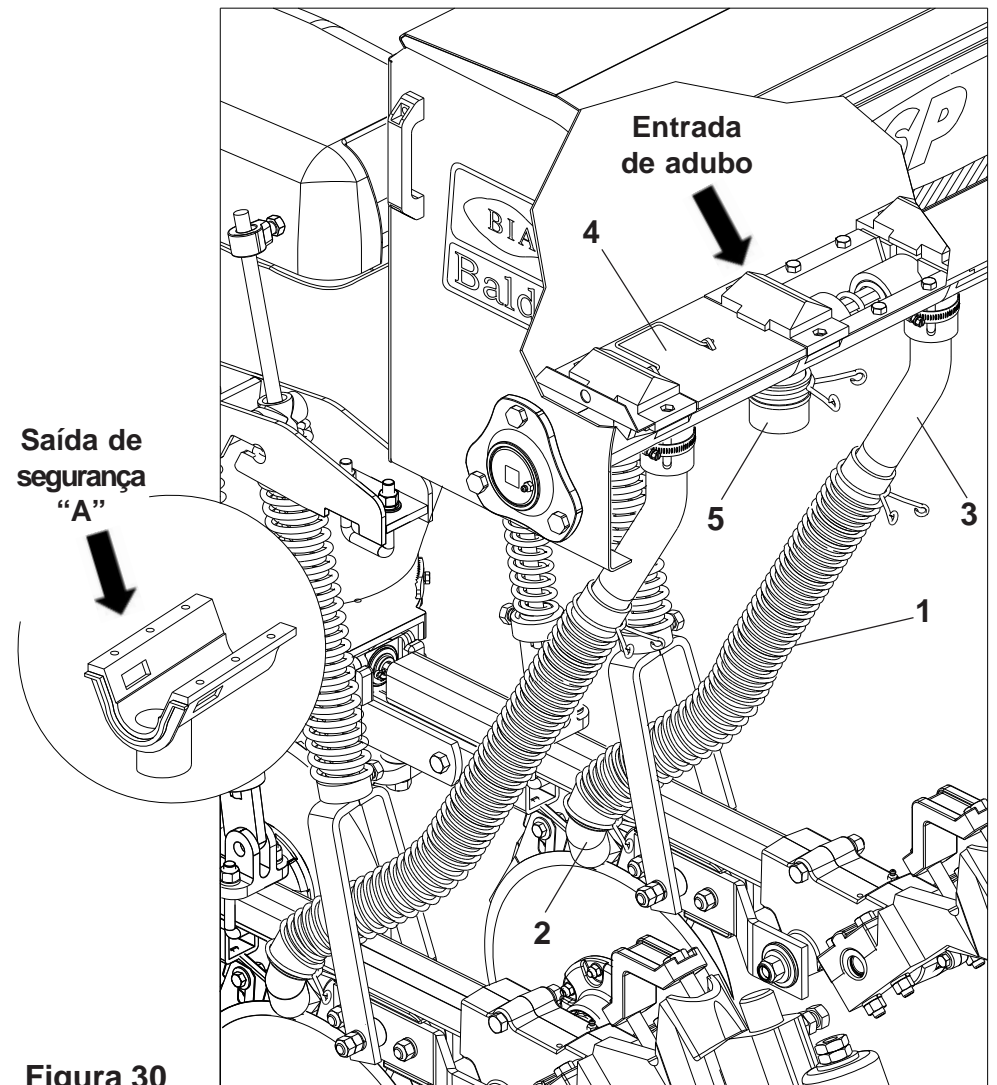

Figura 30
9 - SISTEMA DE DISTRIBUIÇÃO DE ADUBO DEPÓSITO METÁLICO (FIGURA 30)
2 - Ao determinar o número de linhas e o espaçamento desejado, acople os mangotes (1) na bica do adubo (2), fazendo a ligação dos mangotes que estiverem mais próximos às linhas, evitando que os mesmos fiquem cruzados ou dobrados. Para melhor alinhamento dos mangotes utilize se necessário a bica com grau (3), conforme **Figura 30**.